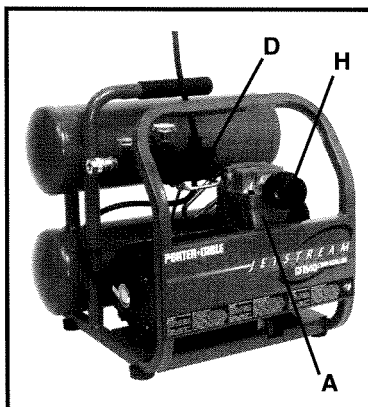

Fig. 1
Pompe du compresseur d'air (A) Fig. 1 :
Manostat (D) Fig. 1 : Le manostat met automatiquement le moteur en marche lorsque la pression du réservoir chute sous la pression d'« enclenchement » établie en usine. Il arrête le moteur lorsque la pression du réservoir d'air atteint la pression de « déclenchement » établie en usine.
Filtre d'admission d'air (H) Fig. 1 : Ce filtre est conçu de manière à purifier l'air s'écoulant dans la pompe. Ce filtre doit toujours être propre et exempt d'obstructions. Tournez le couvercle du filtre en sens anti-horaire pour retirer et exposer l'élément filtrant en papier.
2. Inspectez le filtre d'admission d'air (H) Fig. 1. Nettoyez ou remplacez au besoin.